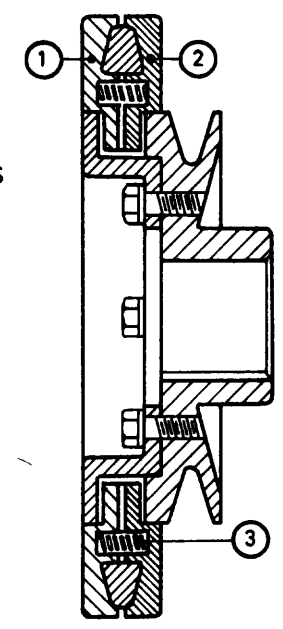

Fig. 5
Para reducir la influencia de las vibraciones que se producen durante la acceleración, los cigüeñales están provistos de un amortiguador de vibraciones o dámper y que forma parte de la polea delantera. El tipo más común es el dámper mecánico, está compuesto por 2 discos (1 y 2) (fig. 5) separados por resortes (3) destinados a provocar el arrastre del conjunto por fricción.